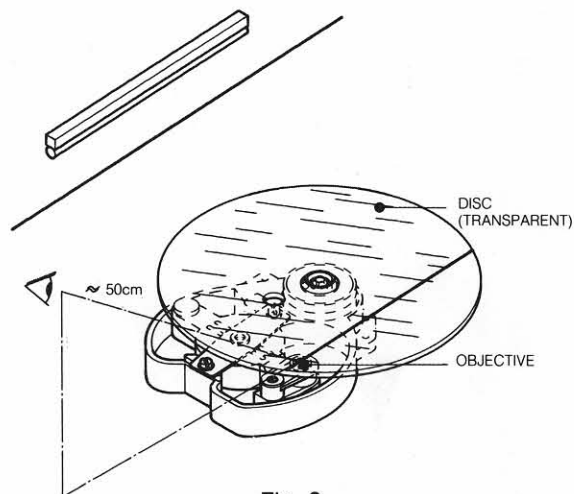

Fig. 2
- Draai het CDM 90 graden ten opzichte van de vorige stand (zie Fig. 2).